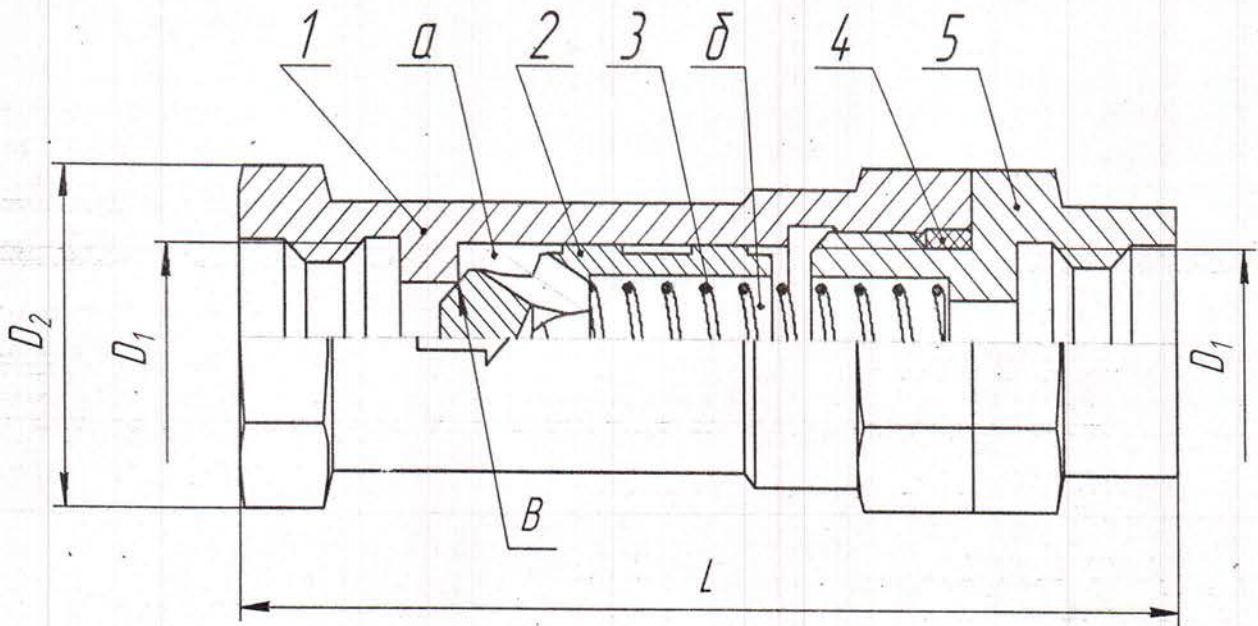

Рис.1. Клапан обратный
3.1 Клапан обратный состоит из следующих элементов (см. рис. 1) корпус 1, клапан 2, пружина 3, кольцо уплотнительное 4, проходник 5.